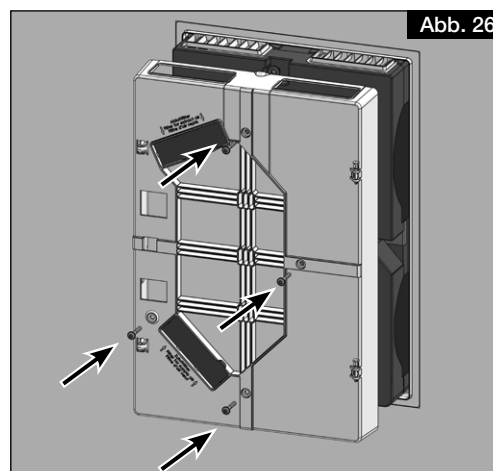

Abb. 26
8. Den Blendenrahmen mit 4 Schrauben an dem Gerätekorpus befestigen (siehe Abb. 26).